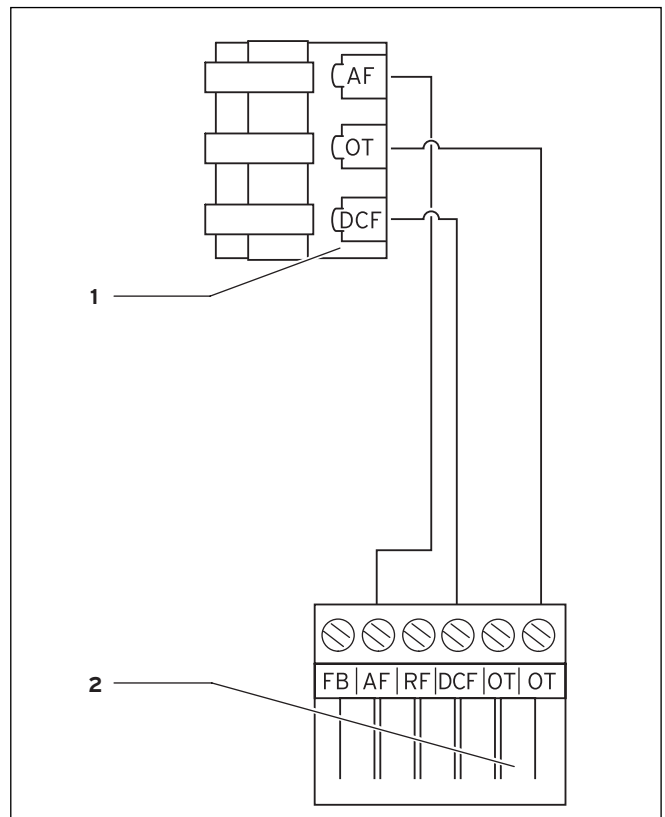

Abb. 5.3 Elektrischer Anschluss des Außenfühlers VRC 9535
- ⇒ Schließen Sie das Anschlusskabel an die Klemmleiste des Außenfühlers entsprechend Abb. 5.3 an.
- ⇒ Schließen Sie das Anschlusskabel an den 6-poligen Randstecker entsprechend Abb. 5.3 an.